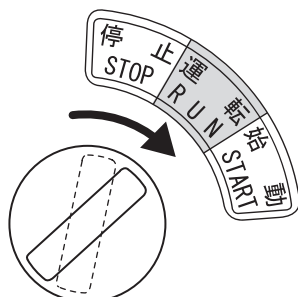

図 23
4. キースイッチを「停止」から「運転」の位置へ回します。(図23)